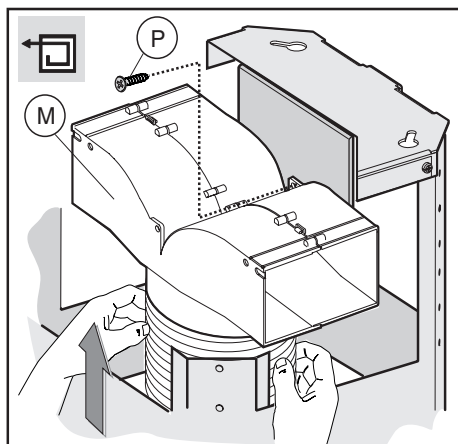
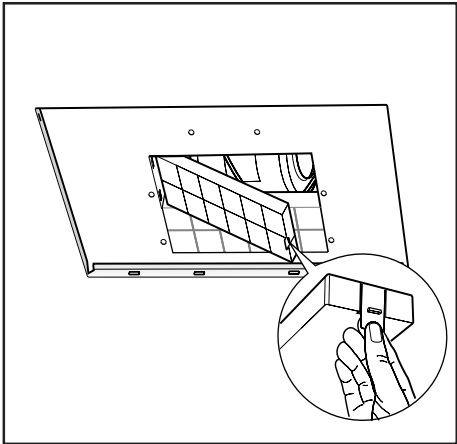

Fig.8
Fig.17
- **Version filtrante**: relier le tuyau flexible au déflecteur **M** et fixer la vis **I** comme c'est indiqué dans la (Fig.8), les filtres à charbon actif doivent être appliqués au groupe aspirant placé à l'intérieur de la hotte (Fig.17).